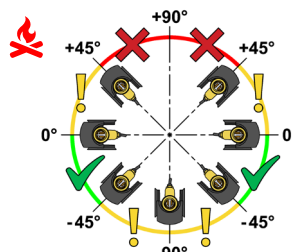

Fig.7
- **Modelos con caudal nominal a partir de 3,5 à 10 m³/h:** el caudalímetro se puede orientar con inclinaciones entre 45° y -90°. En particular, se permite la orientación con un ángulo comprendido entre -45° y -90° si se ha verificado la ausencia de impurezas y suciedad en el interior del fluido caloportador. Se permite la orientación con un ángulo entre 45° y 0° si hay ausencia de aire en el interior del fluido caloportador (Fig.7).